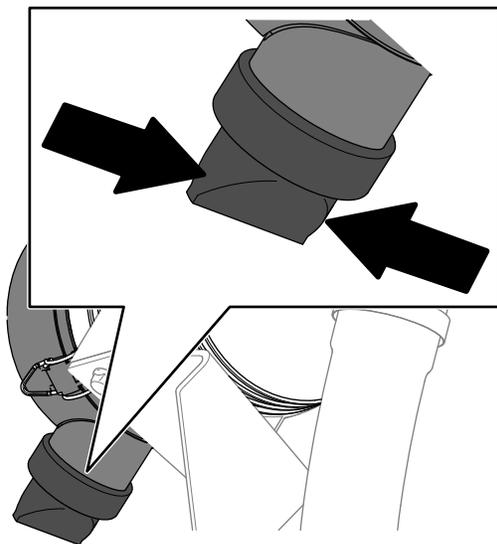

Bild 81
5. Drücken Sie auf das Staubaustragsventil (Bild 81).